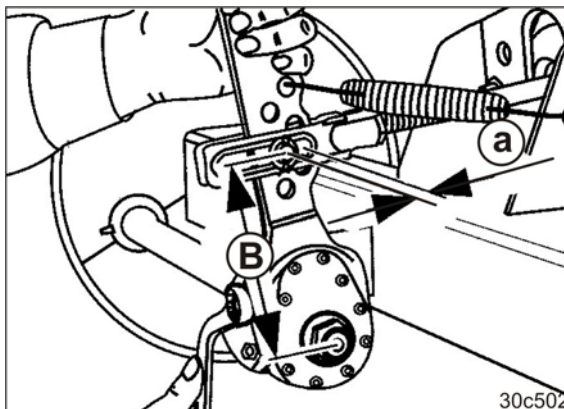

Рис. 338
1. Нажмите рычажный исполнительный механизм рукой (Рис. 338) в направлении действия давления.
2. Измерьте свободный ход (Рис. 338) нажимного стержня тормозной пневматической камеры.
Свободный ход (Рис. 338/а) может составлять максимум 35 мм.
Отрегулируйте свободный ход (Рис. 338/а) на 10-12 % длины тормозного рычага (Рис. 338/В).